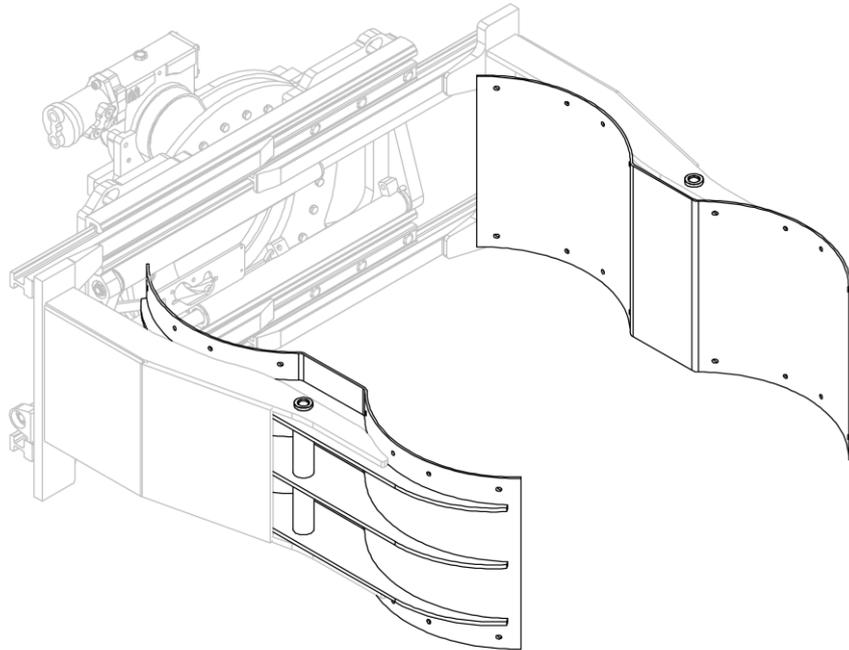
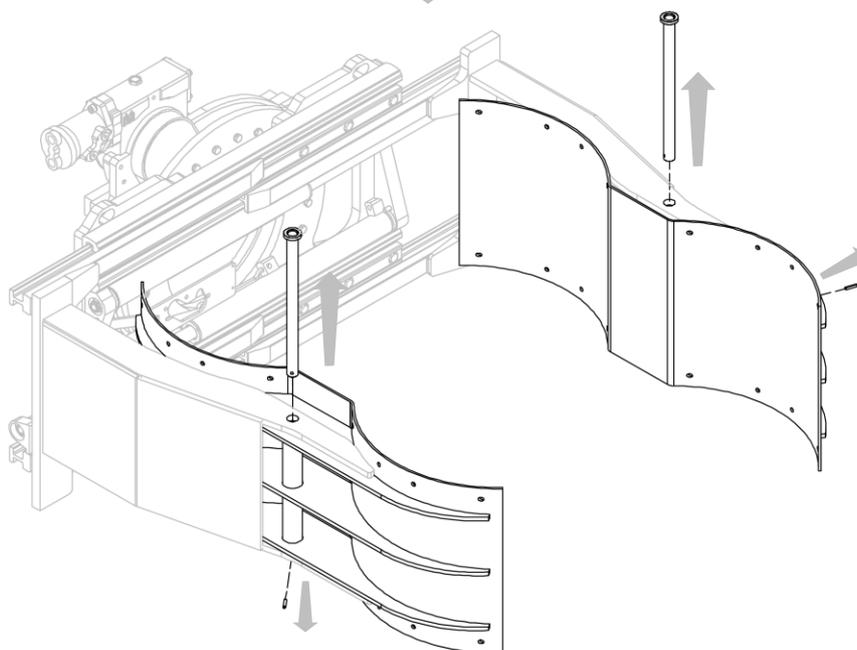

Figure 28
Figure 29
3. Retirer les mâchoires des fourches en retirant les goupilles et les goupilles élastiques qui les bloquent (voir Figure 28 et Figure 29).